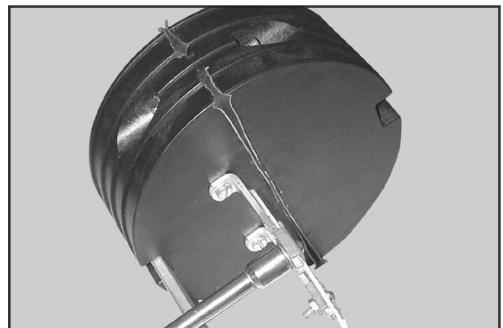

Figura 68
10.4 Com uma chave canhão, solte a porca do suporte "L", prenda o elemento de tração do cabo e aperte novamente a porca (figura 68).